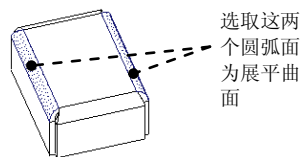

图 11.4.6 选取展平面
Step5. 确定要展平的折弯区域。在 **UNBENDSEL (展平选取)** 菜单中选择 **UnbendSelect (展平选取)** **Done (完成)** 命令, 然后在系统 **选取要展平的曲面或边** 的提示下, 按住 Ctrl 键, 选取图 11.4.6 中的两个曲面为展平面; 再在 **FEATURE REFS (特征参考)** 菜单中选择 **Done Refs (完成参考)** 命令。